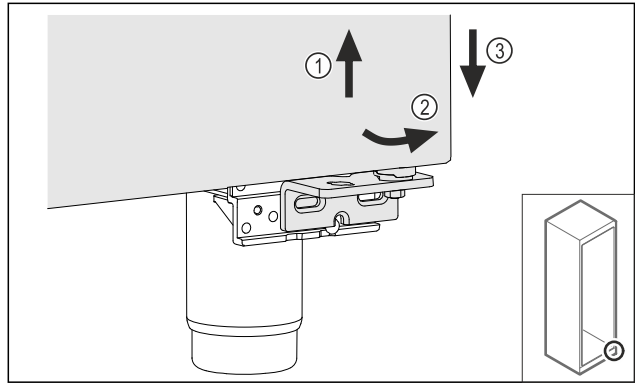

Fig. 26
- ▶ Sollevare leggermente la porta Fig. 26 (1), inclinarla in avanti sulla parte inferiore Fig. 26 (2) e abbassarla Fig. 26 (3).